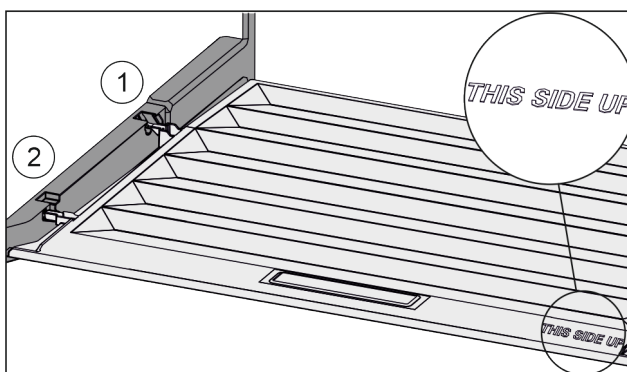

Fig. 162
- ▶ Introduzca los nervios de la tapa por la abertura del soporte trasero Fig. 162 (1) y encájelos por delante en el soporte Fig. 162 (2).